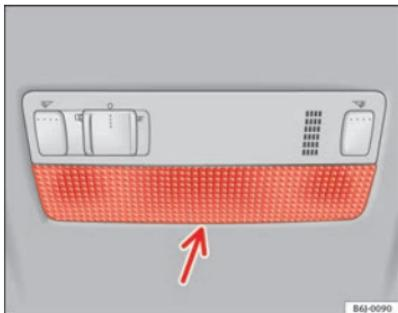

Fig. 150 Luz de lectura delantera
- Introduzca un destornillador fino por su parte plana entre la carcasa y el cristal ⇒ fig. 150.